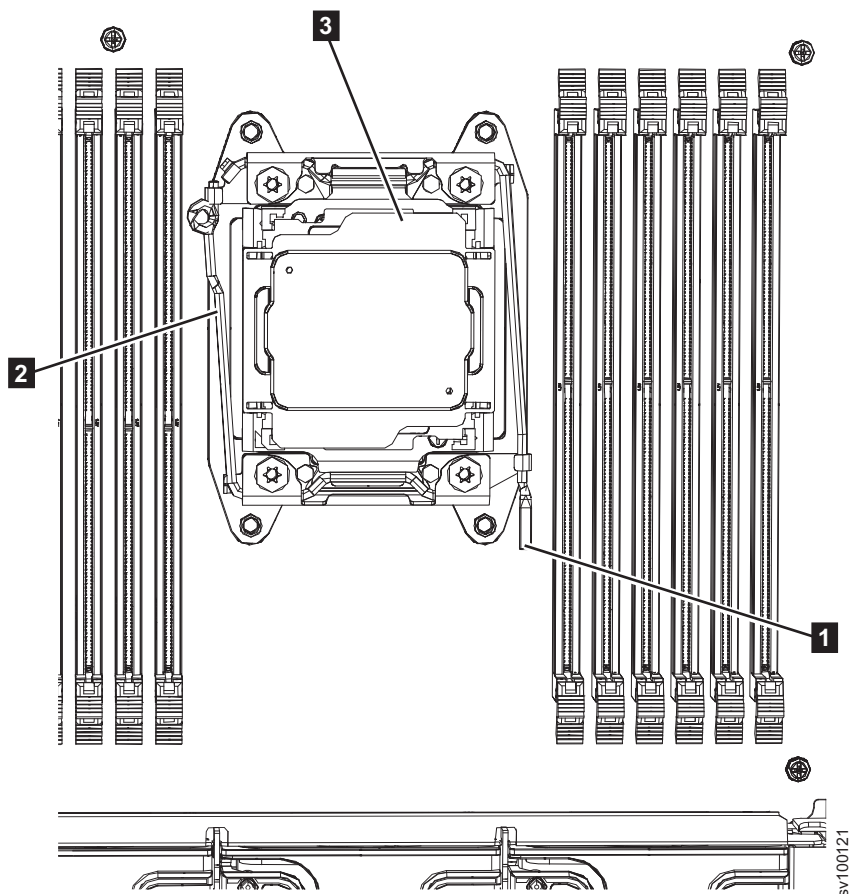

図 187. リリース・レバーを開く
4. 239 ページの図 187 に示すように、マイクロプロセッサ・ソケットのリリース・レバーおよび保持器具を開きます。